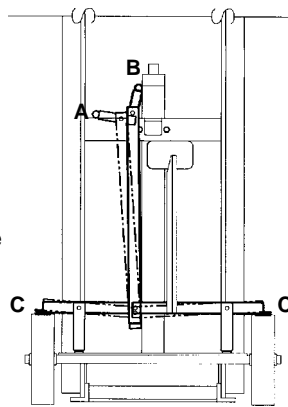

Figure 1
***REMARQUE :** Du ruban adhésif a été placé sur le reniflard du vérin hydraulique pour empêcher toute fuite en cours de transport. Ce ruban doit être enlevé avant la mise en service. Voir le schéma de la page 4 pour l'emplacement du reniflard. Pour vous servir du dispositif de déblocage des roues du Peda-Lift (Figure 1), faites passer la manette de la position A à la position B. Les patins (C) appuient sur la bande de roulement des roues, ce qui empêche celles-ci de tourner. Lorsque les roues s'usent, si les patins ne peuvent pas bien appuyer, retirez des rondelles d'espacement